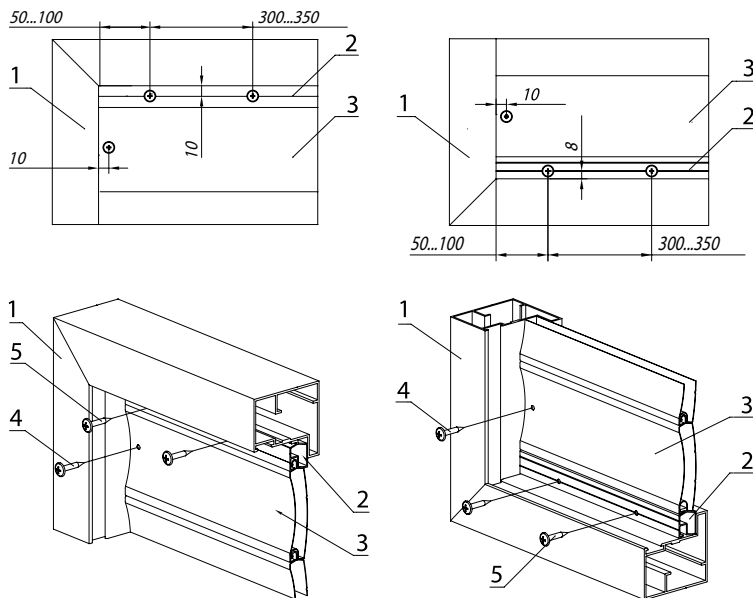

Рис. 16. Установка заполнения:
3. Произвести разметку под сверление отверстий для крепления полотна заполнения в соответствии с *рис. 16*.